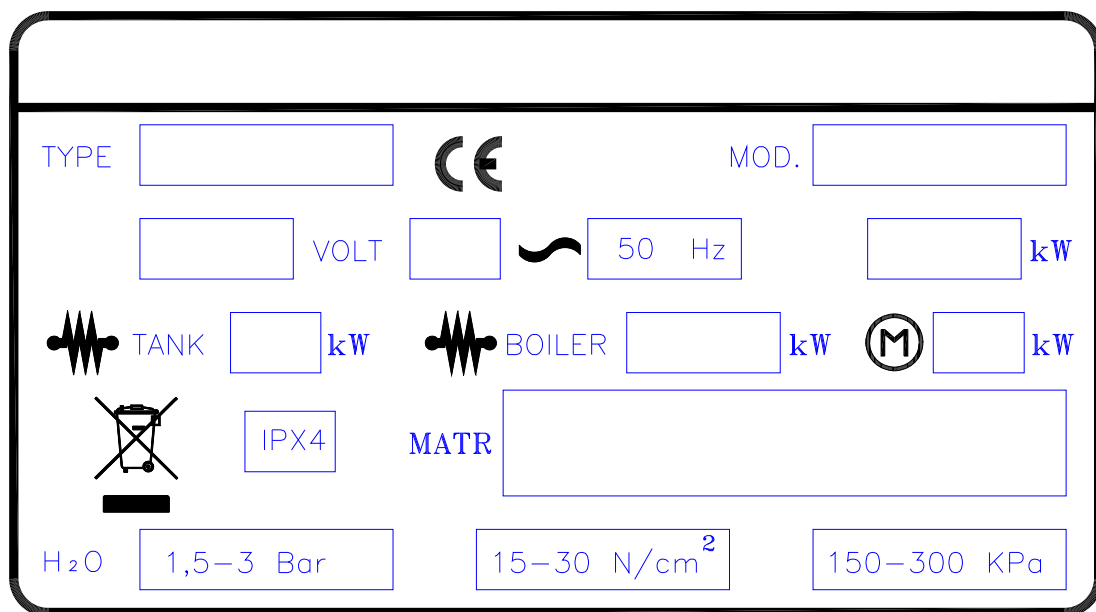

Fig. 1-1
- Табличка с техническими данными (рис.1-1) расположена с правой стороны машины. Она содержит все данные, необходимые для установки.
- The specifications tag (Fig. 1-1) is placed on the right-hand panel of the machine. It contains all the necessary data to install the appliance.
- Das Maschinenschild (Fig. 1-1) befindet sich an der rechten seite des Gerätes. Es enthält alle für die Aufstellung notwendigen Daten.
- La plaquette (Fig. 1-1) comportant les caractéristiques de l'appareil est placée sur le côté droit. Elle indique toutes les données nécessaires à la mise en place de la machine.
- La placa de características (Fig. 1-1) está ubicada en el flanco derecho de la máquina. Contiene todos los datos necesarios para la instalación.